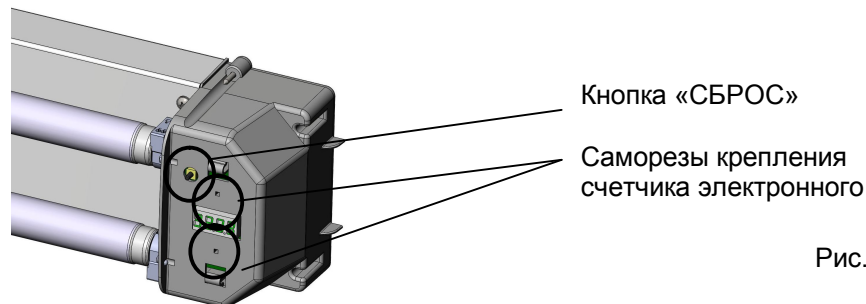

Рис.5
- Открутить саморезы, крепящие счетчик электронный (рис.5).
- Установить саморезы, крепящие счетчик электронный (рис.5).
- 5.6. Фиксация времени, отработанного лампами, осуществляется с помощью счетчика электронного с цифровым четырехразрядным индикатором, позволяющего фиксировать суммарную наработку ламп в часах (рис.2). Информация сохраняется в памяти счетчика при выключенном облучателе в течение 1 года. В конструкцию счетчика включена кнопка сброса показаний при замене ламп (рис.5).
- Нажать кнопку «СБРОС» счетчика и удерживать (рис.5).